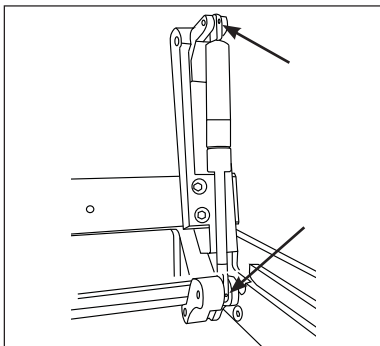

Fig.21
- Desserrez les tiges filetées du piston qui doit être remplacé (fig. 21);